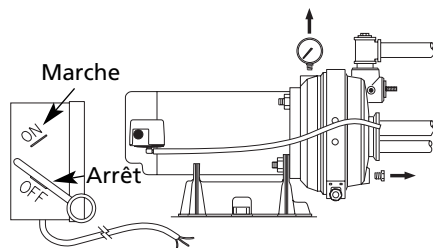

Figure 24
1. Déconnecter l'alimentation électrique du moteur (voir Figure 24)
3. Enlever le tube du manostat du raccord cannelé sur le corps de la pompe. Enlever le manomètre et le bouchon de vidange, et laisser la pompe se vider (voir Figure 24).